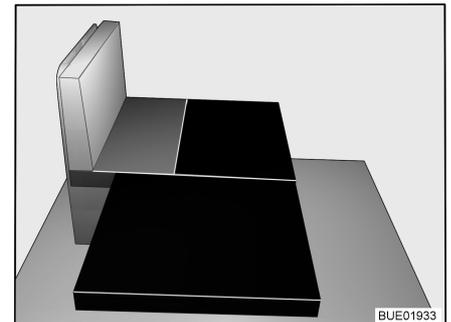

Fig. 38 Después de la transformación
- Colocar el cojín adicional grande en el alojamiento de cojín (véase Fig. 38).